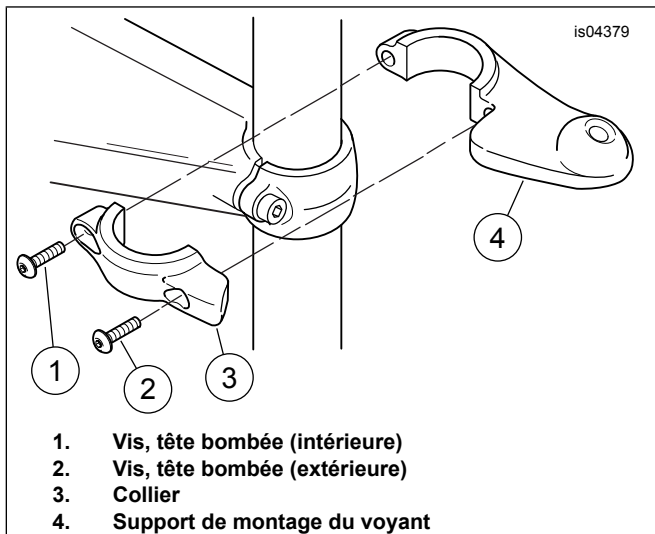

Figure 1. Installer le support de montage sur le tube de fourche (côté droit illustré)
5. Voir Figure 1. Positionner le support de montage (4) et le collier (3) de droite sur le côté droit du tube de fourche, comme illustré. Visser sans serrer deux des vis à tête bombée. Serrer tout d'abord la vis côté extérieur (2), puis la vis côté intérieur (1) à un couple de 8–9 N·m (70–80 in-lbs).